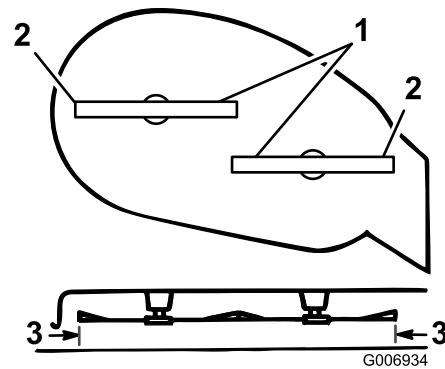

Figura 36
5. Ruotate con cautela le lame da un lato all'altro (Figura 36).
6. Misurate la distanza tra i taglienti esterni e la superficie piatta (Figura 36). Se entrambe le misurazioni non sono comprese in 5 mm, regolate; proseguite l'operazione.